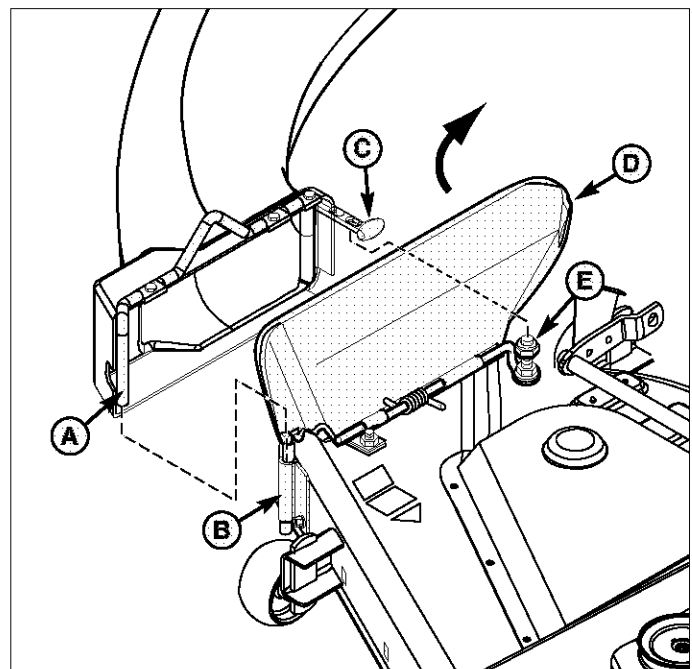

Figura 8. Instalación del Tubo Inferior
1. Levante el deflector de descarga (D, Figura 8).
2. Inserte el vástago del conducto inferior (A) en la placa de montaje (B).
3. Jale la correa de caucho (C) y fíjela colocando el orificio más cercano al pomo en la correa completamente sobre la contratuerca estrellada (E).